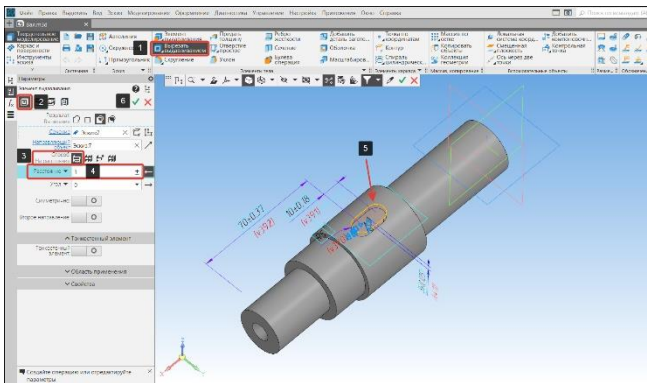

Рисунок 120 – Команда Вырезать выдавливанием
- В панели элементы тела выберем команду Вырезать выдавливанием (1) подоперация Вырезать выдавливанием (2) (Рисунок 120);
- В окне параметры укажем способ построения выреза: На расстояние (3). Зададим глубину вырезания согласно чертежу (3 мм.) (4) (Рисунок 120);
- Если фантом шпоночного паза (5) построен верно, для завершения построения нажмем на кнопку Завершить операцию (6) (Рисунок 120).